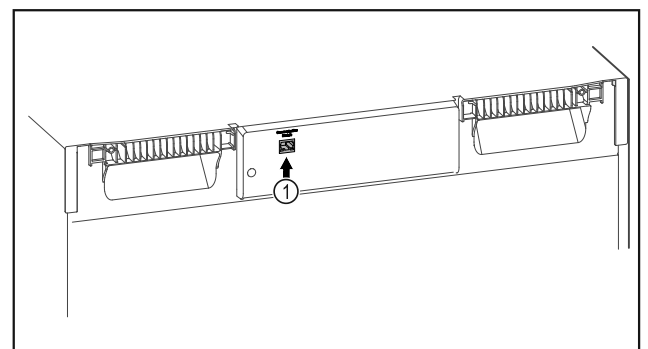

Fig. 111
- Le SmartModule Fig. 111 (1) est en place.